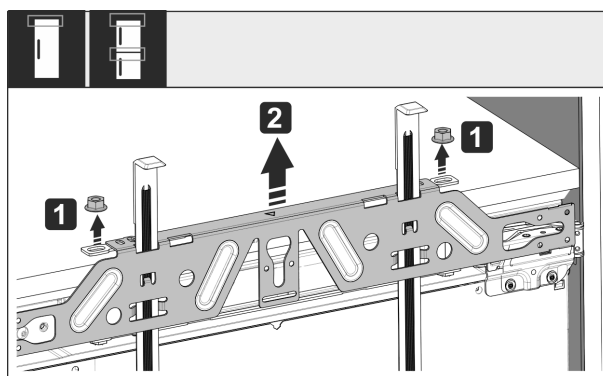

Fig. 58
▶ Desfaceți contrapiulițele Fig. 58 (1).
▶ Detașați traversa de fixare Fig. 58 (2).